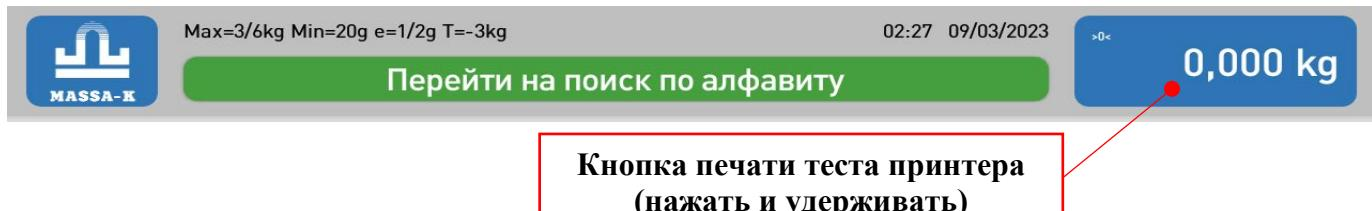

Рисунок 6 – Проведение теста принтера после установки рулона
- на сенсорном экране [1] нажмите и удерживайте в течение 2 секунд кнопку печати теста принтера (см. рис. 6). Повторите процедуру печати теста принтера до тех пор, пока не будет распечатана тестовая этикетка «Шахматное поле»;